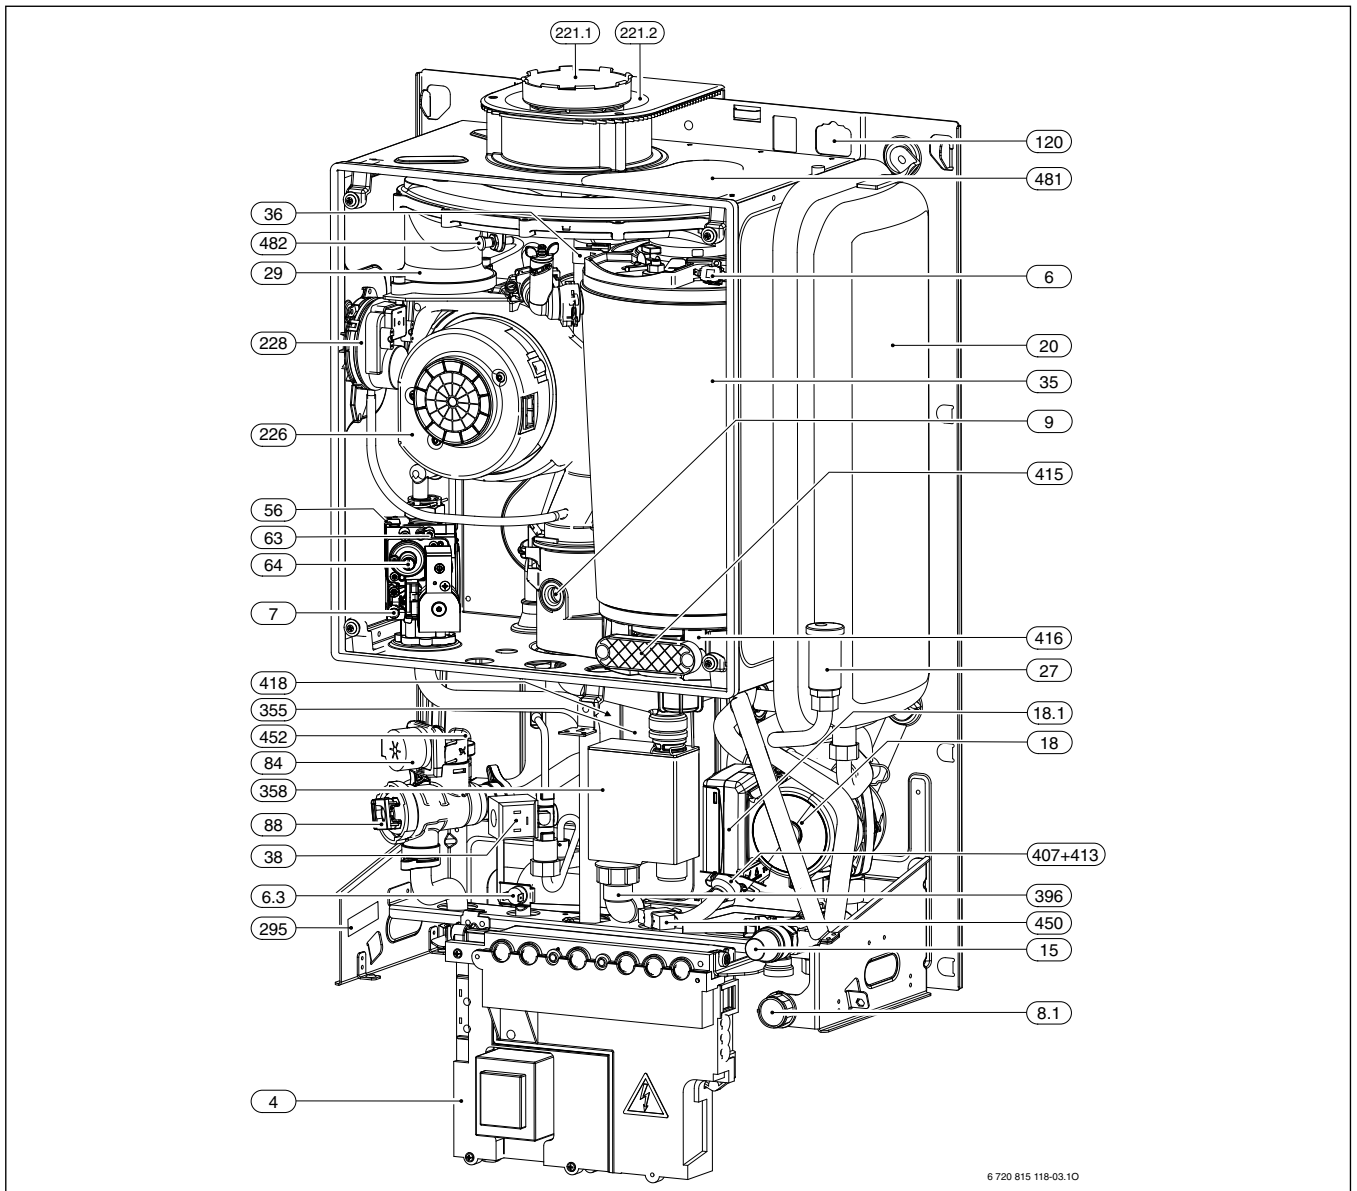

Fig. 5
La targhetta di omologazione (418) è situata a sinistra in basso sulla parete posteriore dietro al dispositivo di riempimento automatico (→ Fig. 5).